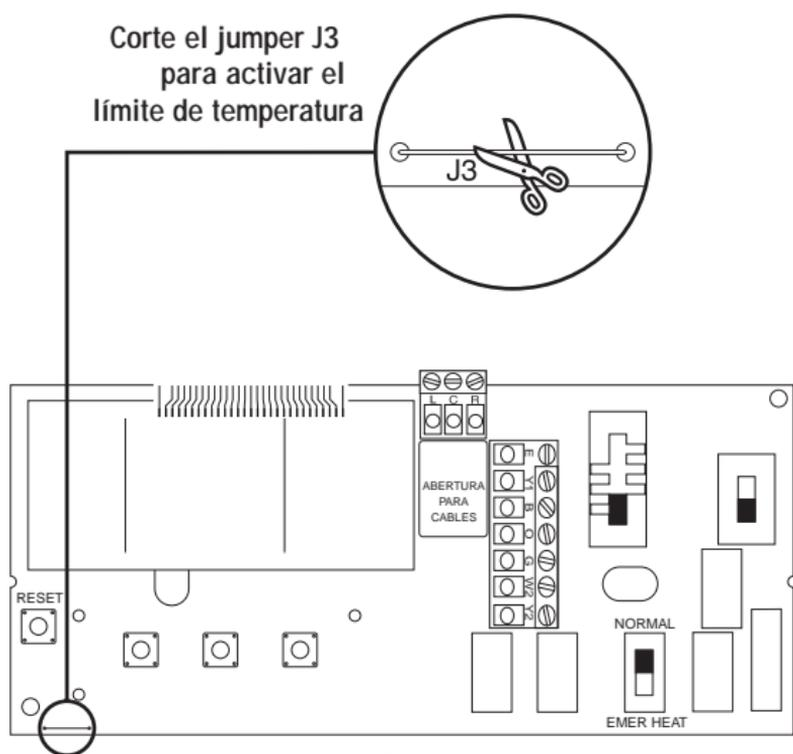

Figura 7
15. Se ha instalado un jumper limitador de temperatura en este termostato. Al cortar este jumper (J3) se limita el punto de ajuste de la calefacción a no más de 72°F y el punto de ajuste del enfriamiento a no menos de 78°F (Figura 7).
**NOTA: SI EL JUMPER LIMITADOR DE TEMPERATURA J3 SE CORTA (FIGURA 7), LA BANDA MUERTA NO ES AJUSTABLE Y SE ESTABLECE AUTOMÁTICAMENTE EN 6°F (3°C).**